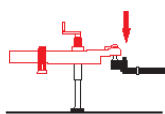

Figure 28
2. Baissez le coupleur de la remorque jusqu'à ce qu'il repose sur la boule d'attelage. Si le coupleur de la remorque ne s'installe pas correctement, ajustez la position du véhicule de remorque. (Figure 28)